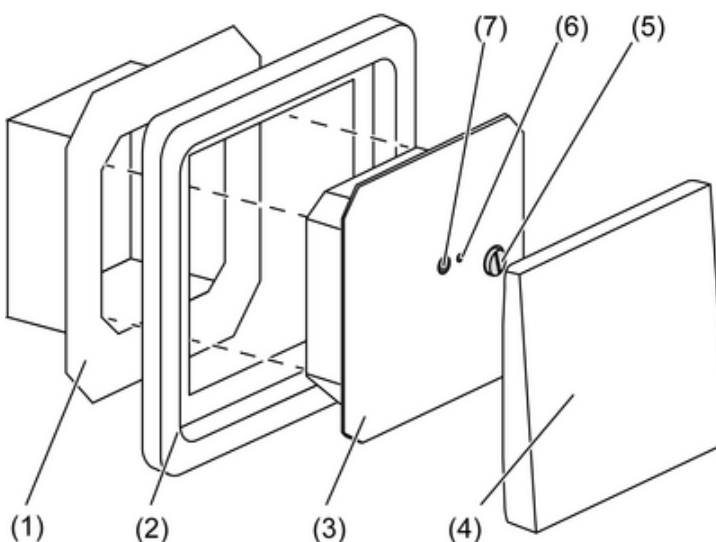
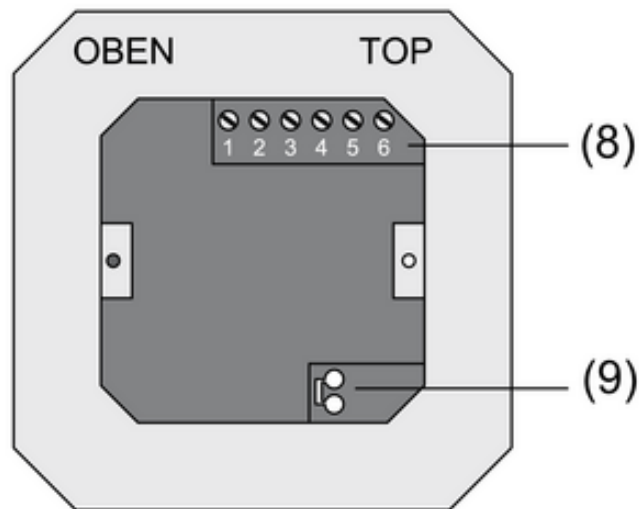
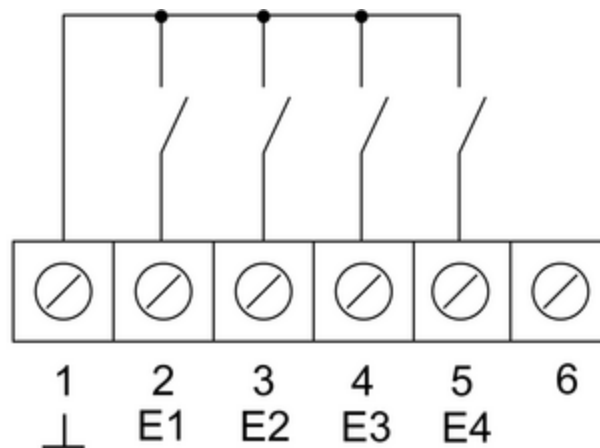
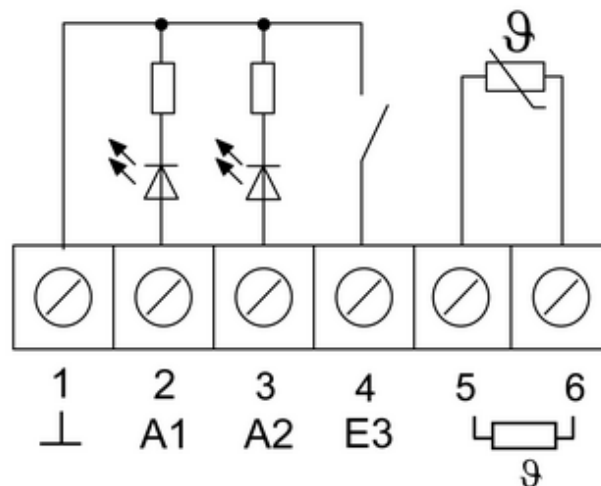

Figura 1
Figura 2
Figura 3
Figura 4
- Separar el mecanismo de bornes (1) del módulo electrónico (3) (figura 1).
- Conectar la línea de bus al borne de conexión (9) del mecanismo de bornes (figura 2).
- Entradas binarias **E1...E4**: conectar los contactos de cierre o los contactos normalmente cerrados como interruptores o pulsadores a los bornes 1 y 2...5 (figura 3) de la regleta de bornes (8) (figura 2).
- Salidas binarias **A1...A2**: conectar los LEDs o los relés electrónicos a los bornes 1 y 2, 3 (figura 4) de la regleta de bornes (8) (figura 2).
- Conectar el sensor externo de temperatura a los bornes **5** y **6** (figura 4) de la regleta de bornes (8) (figura 2).
- Insertar el mecanismo de bornes (1) (figura 1) en la caja de mecanismos empotrada. Observar que la inscripción **OBEN / TOP** quede arriba. La conexión de bus (9) (figura 2) debe quedar abajo a la derecha.
- Colocar el marco de diseño (2) sobre el mecanismo de bornes (1) (figura 1).
- Quitar la tapa (4) (figura 1).
- Colocar el módulo electrónico en la posición correcta en el mecanismo de bornes (figura 1).
- Fijar el módulo electrónico con el tornillo de seguridad (5) (figura 1).
- Volver a colocar la tapa (4) (figura 1).
- Pulsar la tecla de programación (7) (figura 1).
El LED de programación (6) se ilumina (figura 1).
El LED de programación (6) se apaga (figura 1).